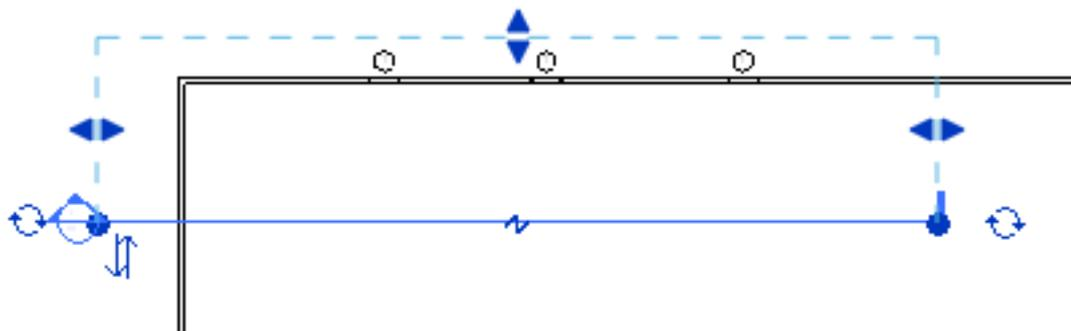

Рисунок 3.24 Область подрезки
5. Щелкните для указания конечной точки разреза. На экране появляется выделенная линия разреза и область подрезки (рисунок 3.24).
6. При необходимости измените размеры области подрезки, выполнив перетаскивание синих элементов управления (рисунок 3.24). Глубина вида в разрезе изменяется соответствующим образом.